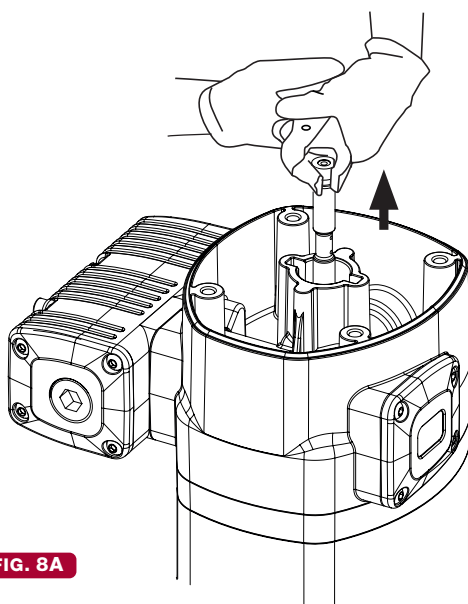
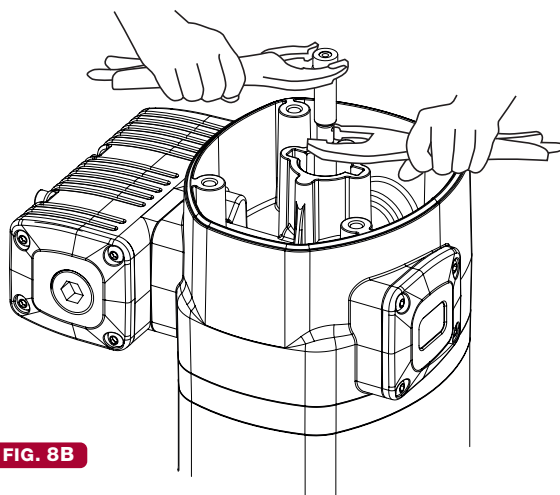

FIG. 8A
FIG. 8B
1. Unscrew the bolts (2) and remove the cap (3).
2. Unscrew the sensor sleeve (4).
3. With a manual clamp on the nut (5), pull the rod (40) outwards until its central recess appears (fig. 8A). Then, with another manual clamp, grab the rod (40) on said recess to prevent sealing surface to be damaged, and unscrew the nut (5) (fig. 8B).
4. Remove o-ring (6) and ring (7), and replace them with new ones later.
5. Unscrew the bolts (55). Pull the motor body (13) outwards to free it along with bridge (36).
6. Take away the gasket (9) and replace its seals (8) and (10).
7. Unscrew the bolts (37) and split the motor (13) from the bridge (36). Take away the washer (32) and replace the seal (8).
8. Take away the cylinder (50) while carefully holding the air piston (45). Replace the piston seal (44).
9. Reassemble in reverse order, applying thread locker in screws (37), nut (5) and sensor sleeve (4).
1. Skruva bort skruvarna (2) och ta bort locket (3).
2. Skruva bort sensorhylsan (4).
3. Använd en polygrip för att hålla fast muttern (5), dra axeln (40) uppåt tills en avsmalning i axeln blir synlig (fig 8A). Använd ytterligare en polygrip och fatta runt avsmalningen i axeln för att undvika skador på tätningsytorna på axelns större diameter, och skruva sedan bort muttern (5) (fig 8B).
4. Ta bort o-ringen (6) och ringen (7) och byt ut mot nya senare.
5. Skruva bort skruvarna (55). Dra bort luftmotorns hus (13) tillsammans med adapterplattan (36).
6. Ta bort hylsan (9) och byt tätningarna (8) och (10).
7. Skruva bort skruvarna (37) och dela luftmotorn (13) från adapterplattan (36). Ta bort brickan (32) och byt ut tätningen (8).
8. Ta försiktigt bort luftcylindern (50) samtidigt som man håller i luftkolven (45). Byt ut luftkolvens o-ring (44).
9. Montera i omvänd ordning, applicera låsvätska på skruvarna (37), muttern (5) och sensorhylsan (4).